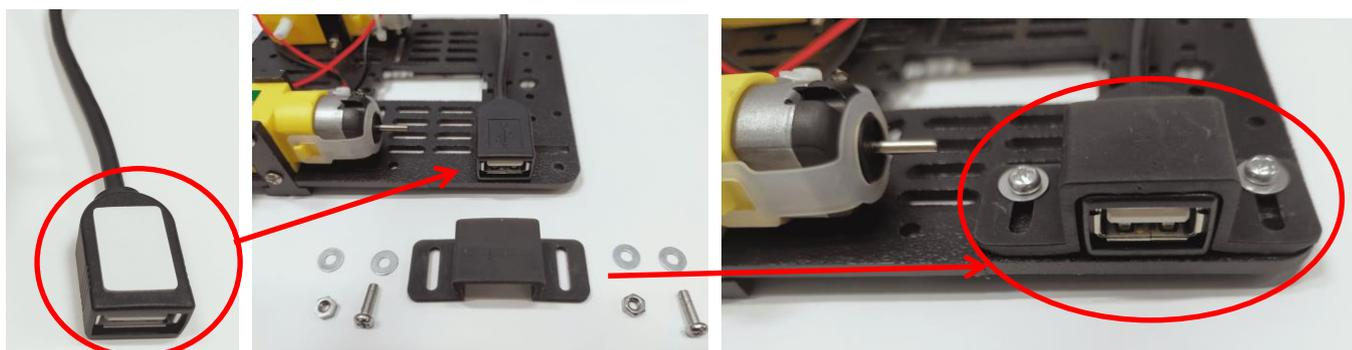

図 2-5 USB 延長ケーブルの取り付け
USB モデム⑥を接続するための USB 延長ケーブル⑦をプレートに取り付けます。USB ホルダ⑧と一緒に袋に入っている両面テープを USB 延長ケーブルに貼り、図 2-5 のプレートの位置に仮止めします。この時、取り付ける USB コネクタの上下の向きに注意して取り付けてください。USB ホルダをコネクタの上に被せてネジ止めします。取り付けるネジとナットは USB ホルダの袋に入っているネジとナットを使用します。